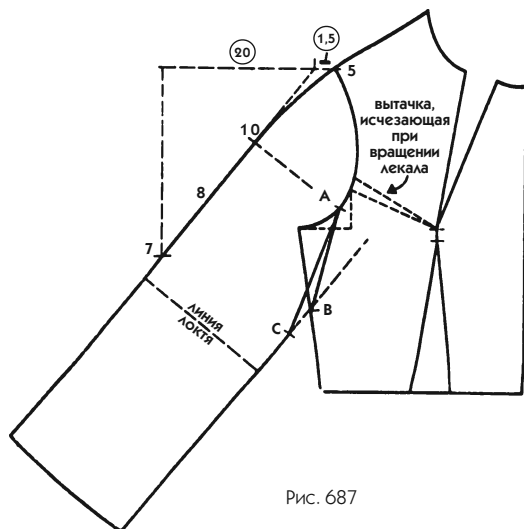

Рис. 687
- Проведите горизонтальную линию длиной 20 см от новой засечки 5 на плече до засечки 6 (рис. 687).
- Проведите линию от засечки 5 к засечке 10, закончите линию верхнего среза рукава, делая небольшую выпуклость (рис. 687).
- Проведите перпендикуляр к этим двум линиям, который и будет линией низа рукава. Также проведите линию локтя на уровне измерения длины руки до локтя минус 1 см (пунктирная линия на рис. 687).